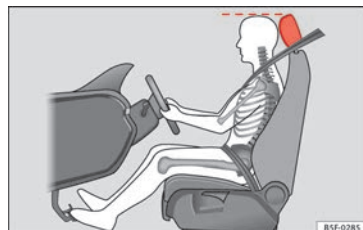

Abb. 56 Die richtige Kopfstüzeinstellung des Fahrers.
- Stellen Sie die Kopfstützen so ein, dass die Oberkante der Kopfstütze sich möglichst auf einer Linie mit dem oberen Teil Ihres Kopfes befindet »» **Abb. 56**.